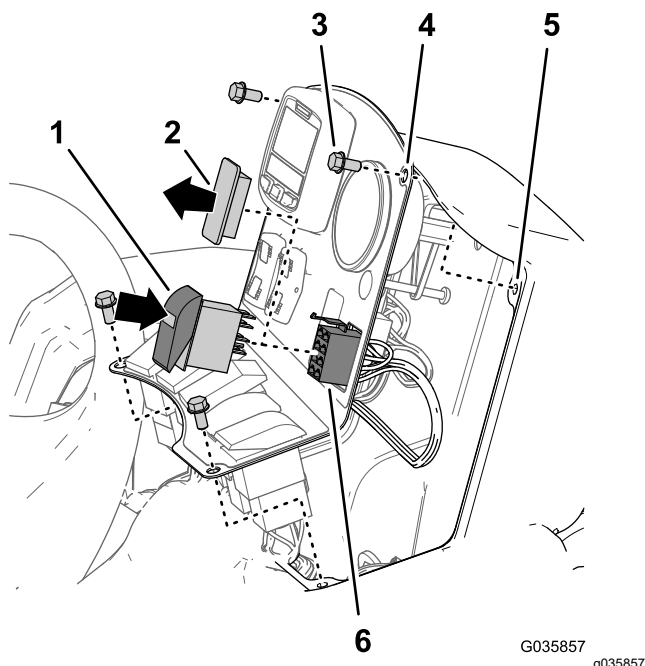

Figura 36
1. Si están instalados, retire los 4 pernos con arandela prensada ($\frac{1}{4}$ " x $\frac{1}{2}$ ") que sujetan el panel de control a la consola, tal y como se muestra en la Figura 36.
2. Retire el tapón del interruptor del panel de control de la consola (Figura 36).
3. Alinee el conector hembra de 8 vías del arnés de cables del kit de acabado del brazo Ultra Sonic Boom a través de la abertura del panel de control (Figura 36).
4. Conecte el conector hembra de 8 vías del arnés de cables del kit de acabado del brazo Ultra Sonic Boom etiquetado MODO MANUAL SÓNICO FRENTE A AUTOMÁTICO al interruptor basculante (Figura 36).
5. Instale el interruptor basculante en la abertura del panel de control hasta que el interruptor encaje en su sitio (Figura 36).
6. Alinee los taladros del panel de control con los taladros de la parte superior de la consola (Figura 36).
7. Sujete el panel a la consola con los pernos (Figura 36) que retiró en el paso 1.